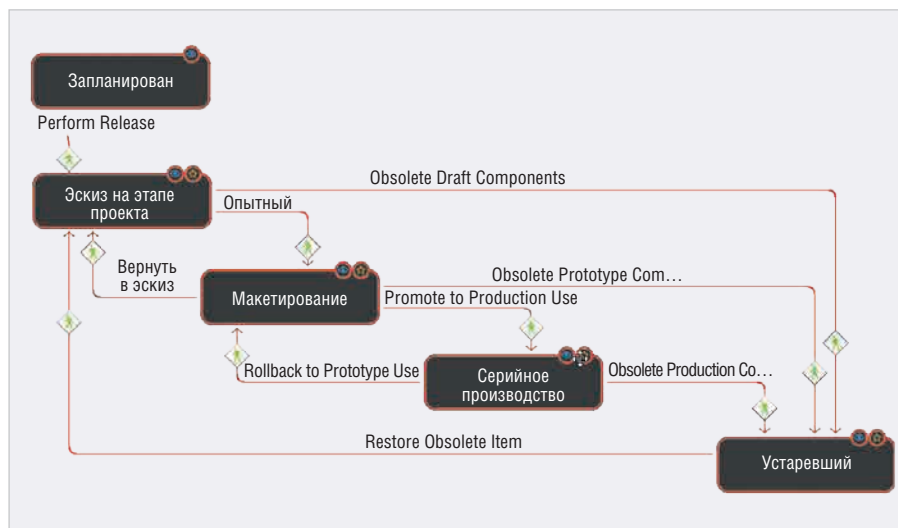

Рис. 7. Графическое управление жизненным циклом объектов контент-сервера
*Графическое управление жизненным циклом.* Altium Concord Pro предоставляет возможность управления определениями жизненных циклов через веб-интерфейс, что дополняет соответствующую возможность в Altium Designer (см. рис. 7). Каждый жизненный цикл формируется графически, что позволяет увидеть и лучше понять все состояния и переходы между ними.